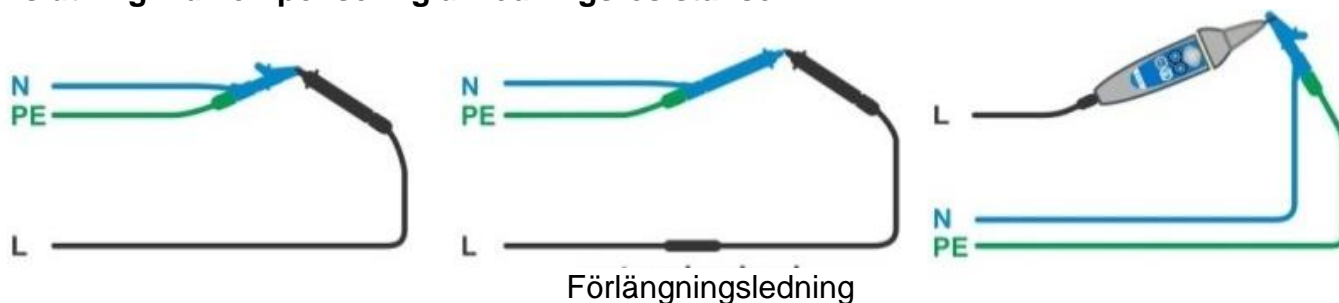

Fig. 4.30: Kortslutning av testledningarna
- › Anslut testkabeln till instrumentet och kortslut alla testledningar, se **Fig. 4.30**